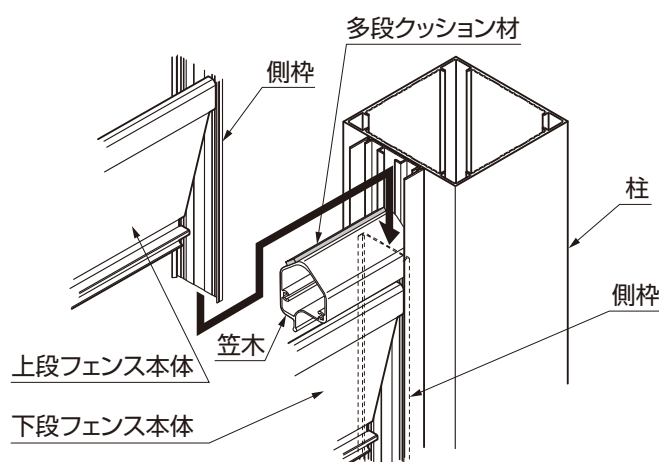

図5-5
- 上段フェンス本体の側柵を下段フェンス本体の笠木と柱のすき間に差込んでください。(図5-5参照)
- ⑤上段フェンス本体を【1-1】で柱に固定してください。
- ⑥サニーブリーズフェンス取付柵にサニーブリーズ柵端部キャップを差込み取付けてください。